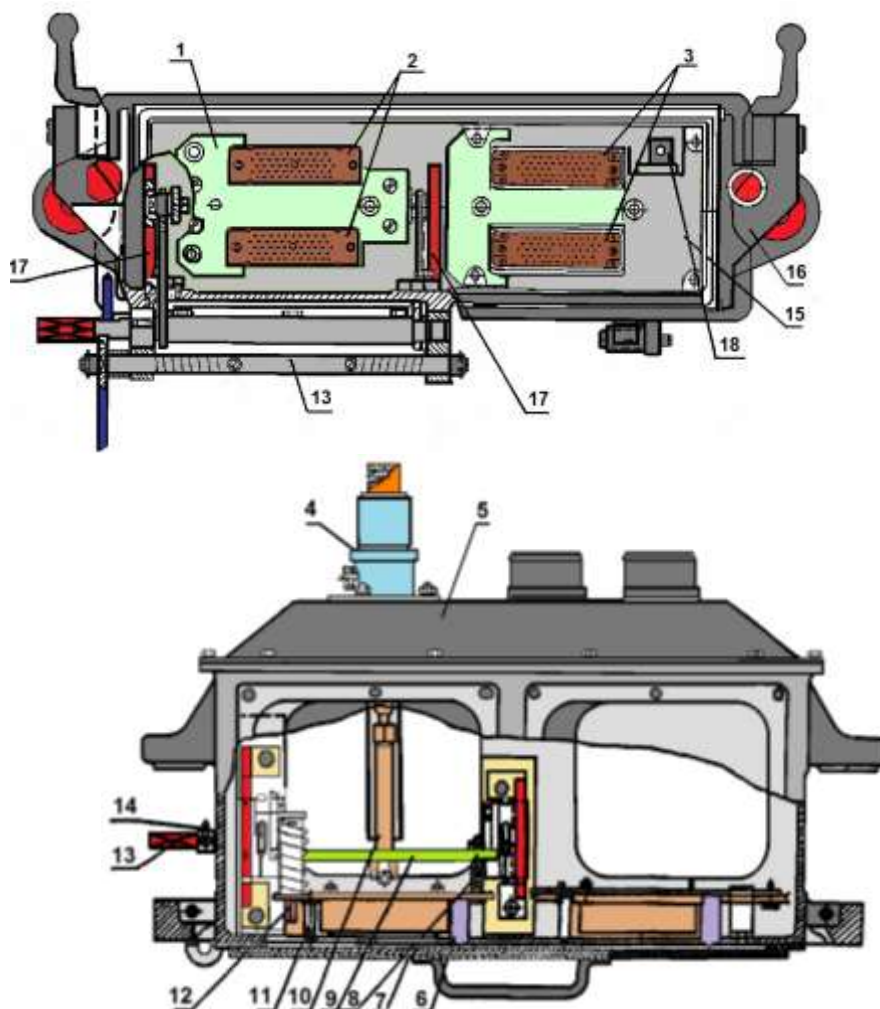

Рис.68 Коробка электроконтактная
Коробка электроконтактная (Рис.68) предназначена для межвагонного соединения поездных проводов цепей управления.
При включении ЭКК воздух подается в заднюю полость пневмоцилиндра. Вилки штепсельных разъемов (2)(рис.68) одной коробки заходят в розетки (3) штепсельных разъемов смежной коробки. При выключении коробок воздух подается в переднюю полость цилиндра. При сцеплении вагонов включаются одновременно обе смежные коробки, при этом разобщительные краны не перекрываются и пневмоцилиндры приводов ЭКК остаются под давлением воздуха, обеспечивая тем самым фиксацию штепсельных разъемов (соединителей).